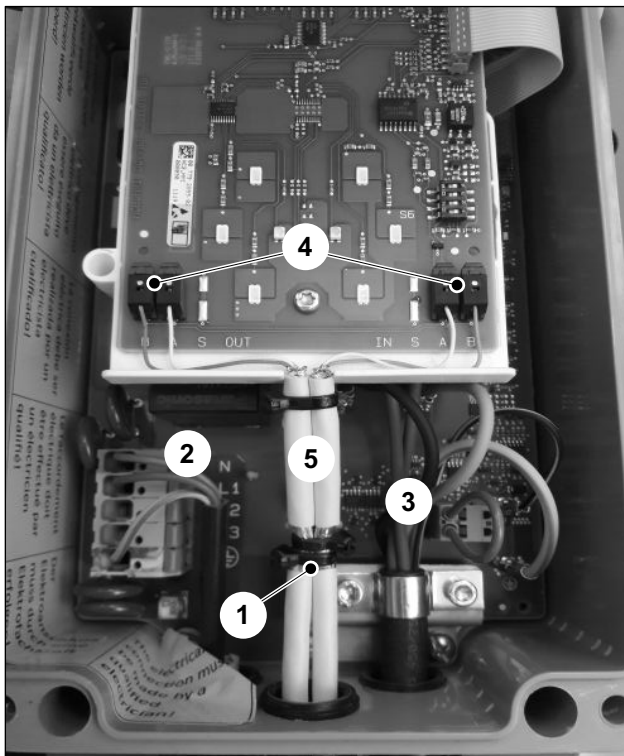

Fig. 10 Pose du câble pour le câblage linéaire
Deux câbles de bus (fig.) sont raccordés à toutes les autres bornes (fig. 10).
Poser les conducteurs individuels de l'alimentation en tension (fig. 10/2) et du câble de charge (fig. 10/3) à une distance la plus grande possible des lignes de bus.
3. Fixez les blindages dénudés à l'aide d'une ou de deux attaches souples à la borne du blindage (fig. 10/1).
4. Dénudez les deux conducteurs sur environ 8 mm et raccordez-les aux bornes voulues (fig. 10/4).
Les câbles de bus doivent être munis de leur gaine entre la borne du blindage et le circuit imprimé de raccordement (fig. 10/5).